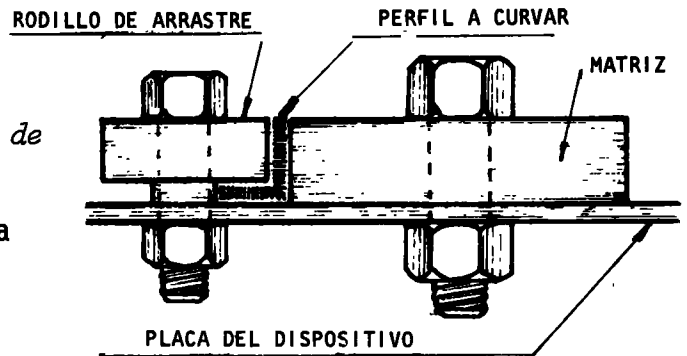

Fig. 1
- a Fije la matriz en la placa del dispositivo (fig. 1).
- c Monte, sin llegar a ajustarlo, un rodillo de arrastre, en la palanca del dispositivo (fig. 1).